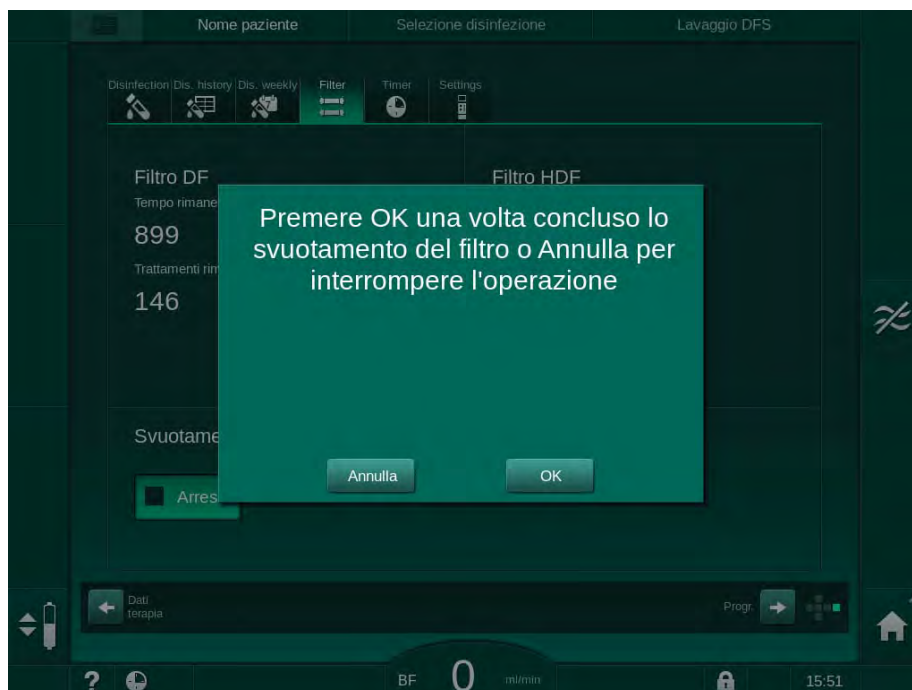

Fig. 7-3 Finestra di conferma sostituzione filtro
14. Toccare OK nella finestra di conferma sostituzione filtro (Fig. 7-3 ) per confermare che i filtri sono stati sostituiti.